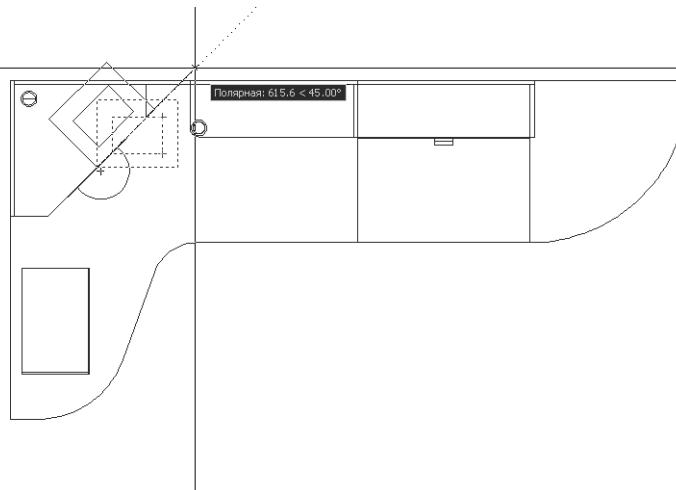

Рис. 6.53 ▶ Вращение чертежа принтера вокруг левого нижнего угла наружного контура
8. Разверните с помощью инструмента **Повернуть** (Rotate) оба объекта вокруг точки, которая находится в левом нижнем углу контура принтера, на 45° (рис. 6.53), а затем сместите с помощью инструмента **Перемес-**